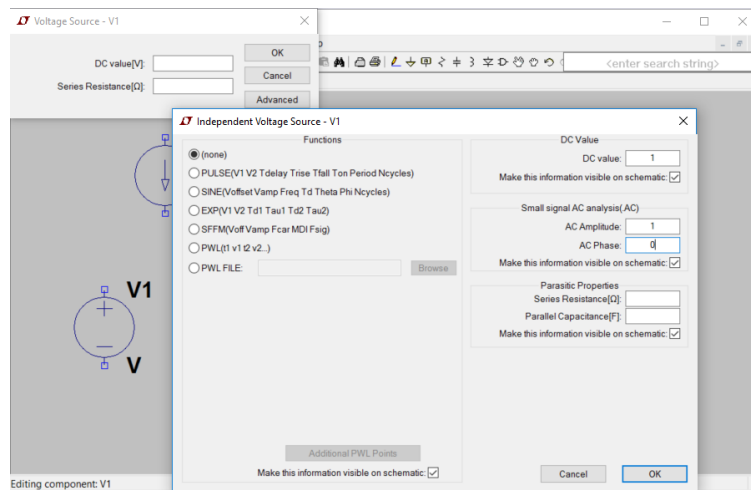

Figure A.16: LT Spice - Editarea parametrilor unei surse de tensiune.
- ii. Se modifică parametrii *DC*, *AC*, *Functions* pentru a genera un semnal variabil în timp, sau o combinație între moduri, în funcție de analiza dorită, e.g., *DC* împreună cu *AC* pentru o analiză *AC* care va fi discutată ulterior (se observă în Figure A.16).